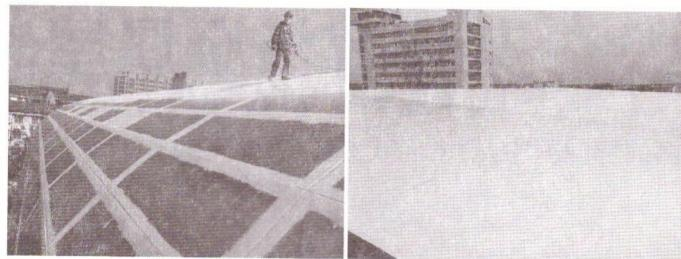
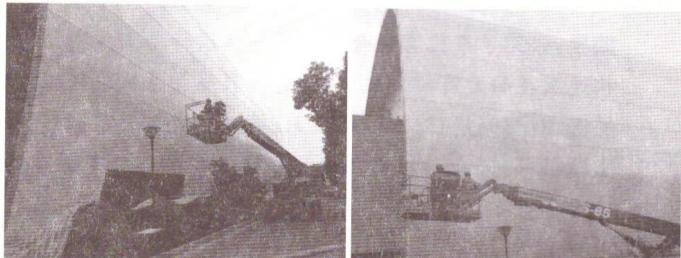

图 7 屋面涂层喷涂施工
图 8 立面涂层喷涂施工
1) 铝板表面及接缝部位整体喷涂 RFT-White 表层涂料两遍,每遍间隔时间约为 4 h,两遍采用交叉式喷涂,以提高涂层的均匀度。图 7 为屋面涂层喷涂施工现场,图 8 为立面涂层喷涂施工现场。
2) 本防水维修系统需要大面积连续喷涂,故采用高压无气喷涂技术,设备为专用喷涂设备,具有以下特点:①涂装效率高,一支喷枪每小时可喷涂 180~